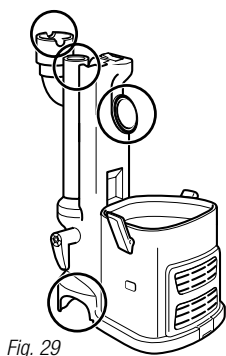

Fig. 29
- 2 Inspectez l'ouverture inférieure et la brosse rotative. S'il y a des débris accumulés, veuillez les enlever. Avec des ciseaux, coupez soigneusement tout débris enroulé autour de la brosse rotative. Évitez de couper et d'endommager les soies de la brosse. (Fig. 29)
- Retirez la coupelle à poussière et le tube-rallonge, puis séparez l'aspirateur portatif *Lift-Away*^{MD} de la brosse à planchers motorisée. Vérifiez les quatre orifices pour détecter toute obstruction. (Fig. 29)